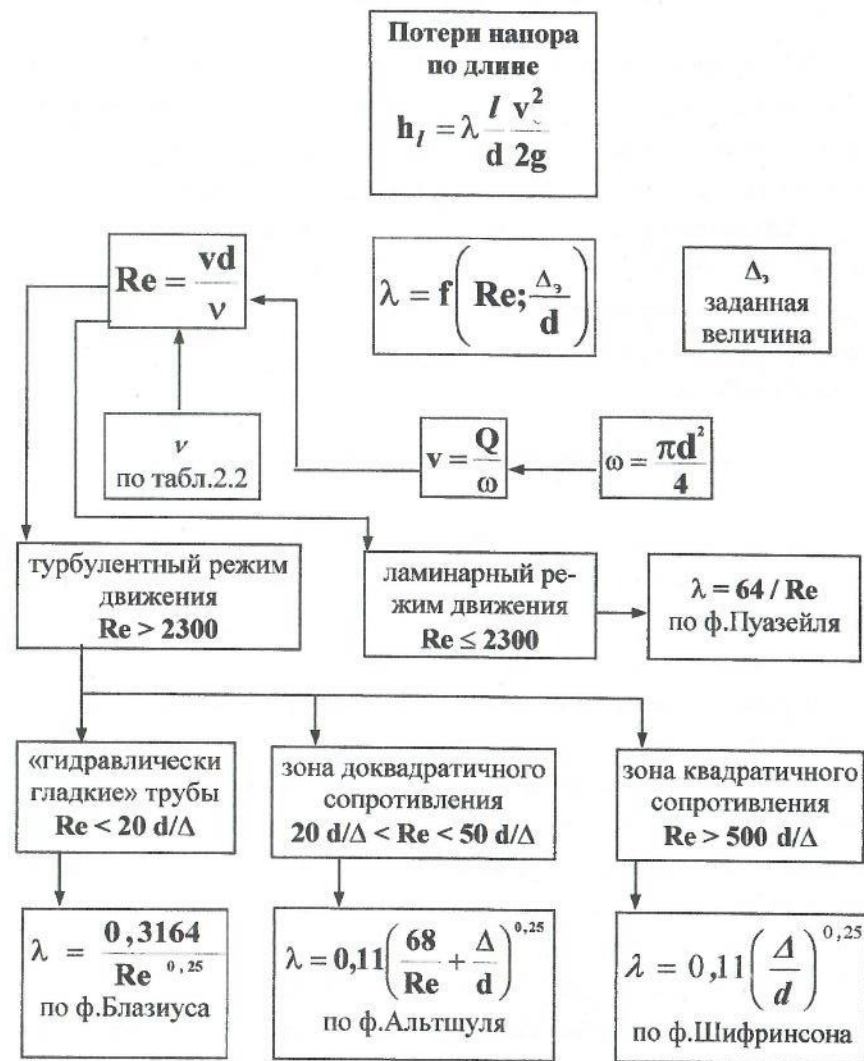

Рис. 3.2. Схема выбора теоретической формулы для расчета коэффициента гидравлического трения $\lambda_{теор}$
На рис.3.2 представлена схема для выбора теоретической расчетной формулы коэффициента λ , обобщающая изложенные выше теоретические положения.
9. В соответствии с выполненными расчетами руководствуясь теоретическими положениями (рис.3.2), выбирается теоретическая формула для определения коэффициента Дарси $\lambda_{\text{теор}}$.